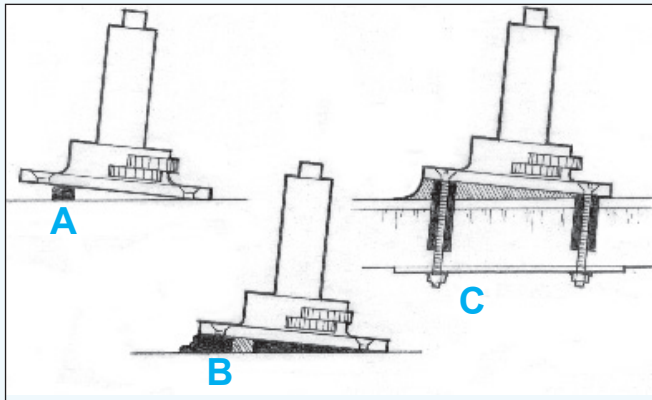

Abbildung 19
2. Befestigen Sie Klötzchen an der Grundfläche, um die Unterseite des Beschlags auf die gewünschte Höhe anzuheben und anzupassen (z. B. an Deck angepaßtes Fundament, Abbildung 19, „A“).
4. Positionieren Sie den Beschlag, stellen Sie ihn auf die Klötzchen (Abbildung 19, „B“) und drehen Sie die Schrauben ein.
5. Verstreichen Sie das überschüssige Epoxidharz um das Fundament in die gewünschte Form der Hohlkehle (Abbildung 19, „C“). Lassen Sie das Epoxidharz vollständig aushärten, bevor Sie den Beschlag belasten. Schützen Sie freiliegendes Epoxidharz vor UV-Strahlen. (Weitere Angaben finden Sie unter „Das Finish“ auf Seite 29).